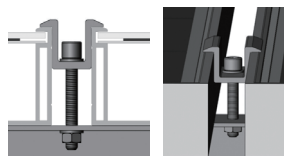

Abbildung 2. Mit der Klemmbefestigungsmethode installiertes SPV-Modul
- Das Anzugsdrehmoment sollte 8 Newtonmeter betragen. Genaue Montagehinweise finden Sie in Abbildung 2.